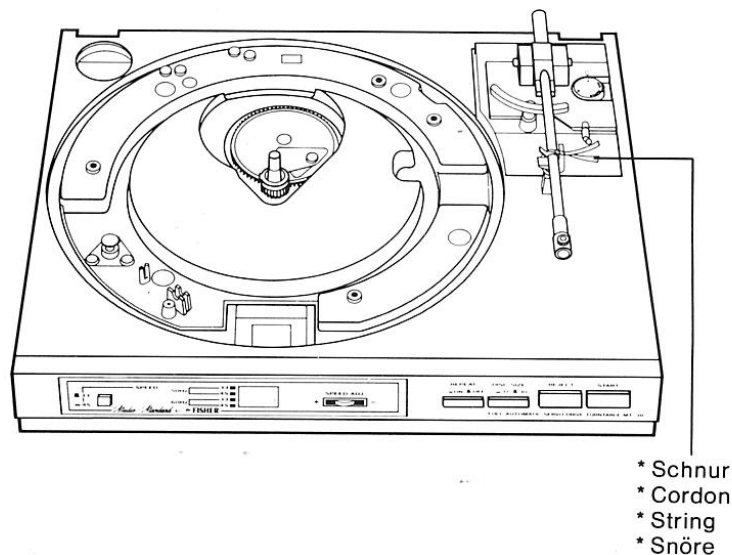

Abb. 1 / Fig. 1
5. Die Schnur bzw. den verdrehten Draht lösen, mit der (dem) der Tonarm beim Transport befestigt ist (Abb. 1).